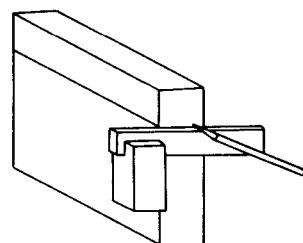

图 1-16 用直角尺划垂直线
② 直角尺划垂直线 如图 1-16 所示, 用扁角尺的一边对准划好的直线, 然后, 沿角尺的另一边划垂直线。如果划与一个边的垂直线, 可用角尺的宽座紧靠工件的这个边, 然后沿尺身直角边划出垂直线。